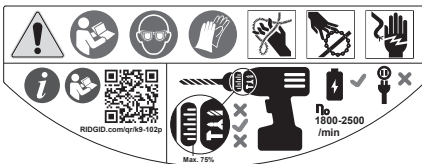

Abbildung 2 – Warnschild
- Vorhandensein und Lesbarkeit des Warnschilds (siehe Abbildung 2).